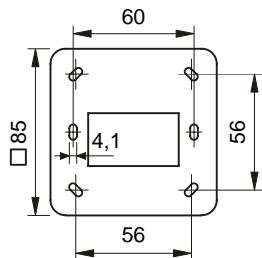

Fig. 5
2. Mount the base plate (Fig. 5) on the wall or a recess box with 2 ... 4 screws (\varnothing max. 4 mm).
2. Grundplatte (Fig. 5) mit 2 ... 4 Schrauben ø max. 4 mm auf Wand oder UP-Dosen montieren.